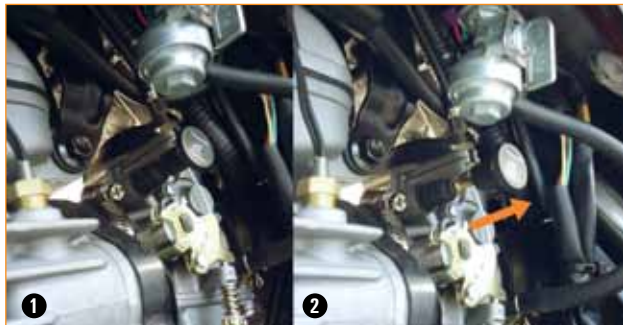

Fig. 14 Cebador. 1. Cebador cerrado. - 2. Cebador Abierto.
1. Mueva la palanca del cebador hacia afuera cerrando la entrada de aire (ver Fig. 14).